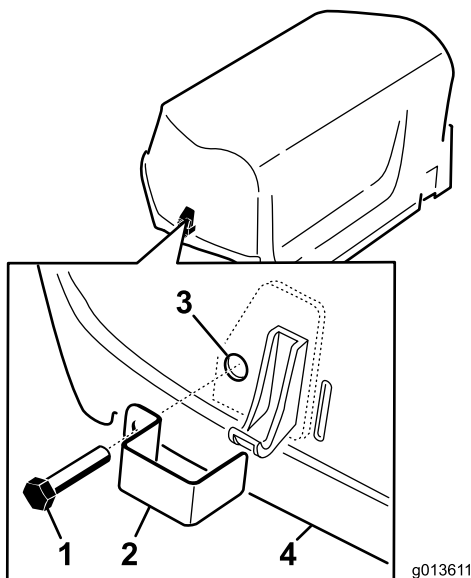

Рисунок 15
2. Установите замок на фиксатор капота (Рисунок 15) с помощью самонарезающего болта (всего 2 шт.).